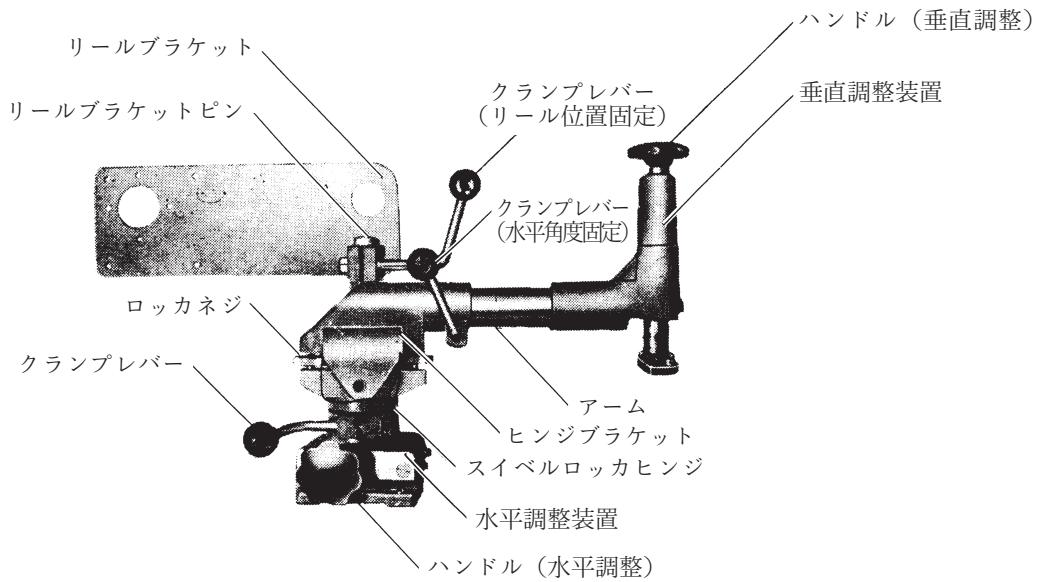
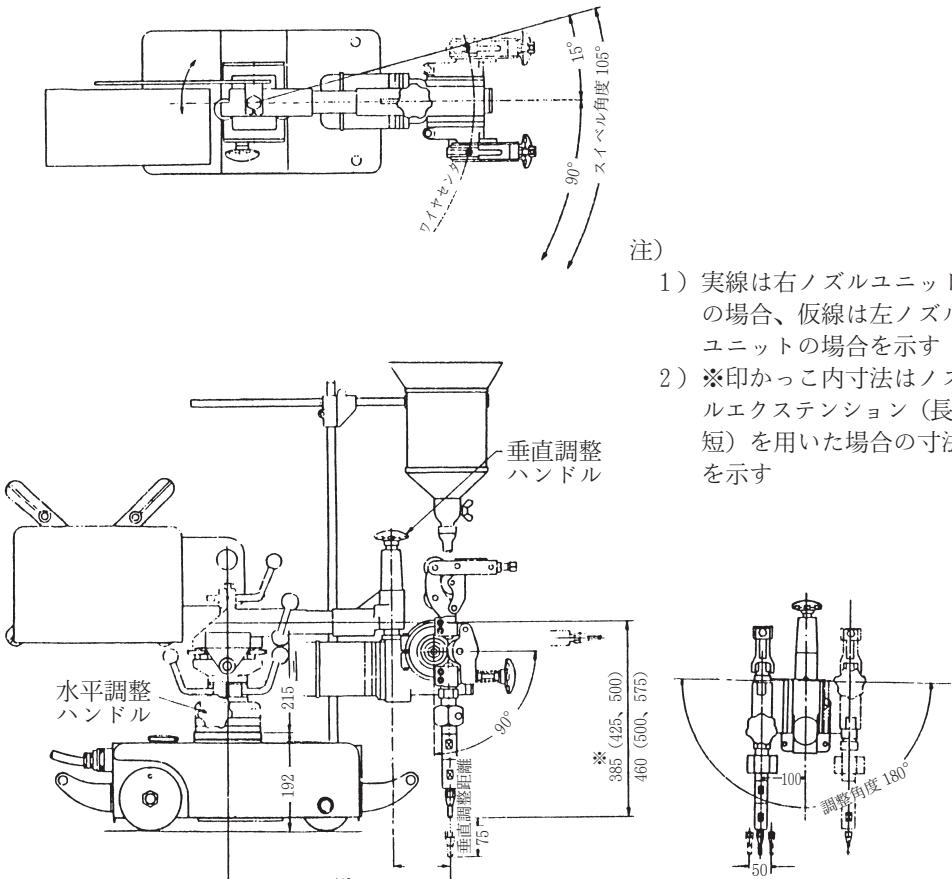

図6. SW-24用CRマウント
図7. SW-24のヘッド調整範囲
減速装置は図7に示すように、右ノズル方式と左ノズル方式の2つとおりの使用方法が可能です。
## 3.2 マウント（図6、図7）
### (1) SW-24形用CRマウント（図6）
水平調整装置はハンドルによって調整ネジを回し、スライドとガイドを摺動させて、図7に示すように水平方向に50mm微調整を行うことができます。なお、このハンドルは取外して反対側に取付けることも可能です。詳細な部品番号については図13をご参照ください。
水平調整装置の上に取付けられており、上側にあるロッカヒンジはロッカネジを加減することによりヒンジを任意の角度に固定することができます。また下側のスイベルはクランプレバーによって図7に示すような角度範囲で任意の位置に固定できます。クランプレバーは図7に2点鎖線で示すように反対側に取付けることも可能です。詳細な部品番号については図14をご参照ください。
(d)項の垂直調整装置を取付けるアーム、3.3項のスパーク形ワイヤリールならびにUC-14形（またはUC-44形）溶接制御装置を取付けるリールブラケットおよびヒンジブラケットから構成されております。ヒンジブラケットにはめ込まれているアームは中心軸のまわりに180°回転させることができ、したがって図7に示すようにアーム先端に取付けられたノズルを垂直の位置から左右に90°傾けることが可能です。固定は、クランプレバーを締付けることによって行います。リールブラケットはリールブラケットピンによってヒンジブラケットに取付けられており、水平面内で角度を自由に調節することによってワイヤが適当な角度をもって送給ロールに送りこまれるような方向にワイヤリールを向けることができます。その固定はクランプレバーを締付けることによって行います。
アームの先端に取付けられており、ハンドルによって調整ネジを回し、図7に示すように、垂直方向に75mm微調整を行うことができます。